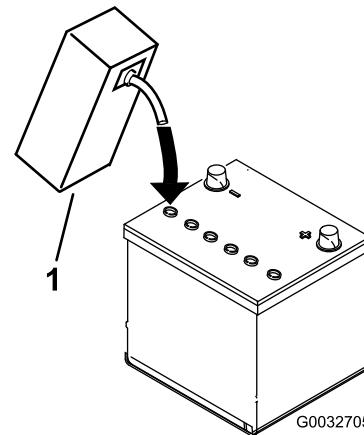

Figure 6
3. Versez de l'électrolyte avec précaution dans chaque élément jusqu'à ce que les plaques soient recouvertes d'environ 6 mm de liquide (Figure 6).
4. Attendez environ 20 à 30 minutes pour donner le temps aux plaques de s'imprégnier d'électrolyte. Faites l'appoint au besoin pour faire monter le niveau de liquide à environ 6 mm en dessous du creux de remplissage (Figure 6).